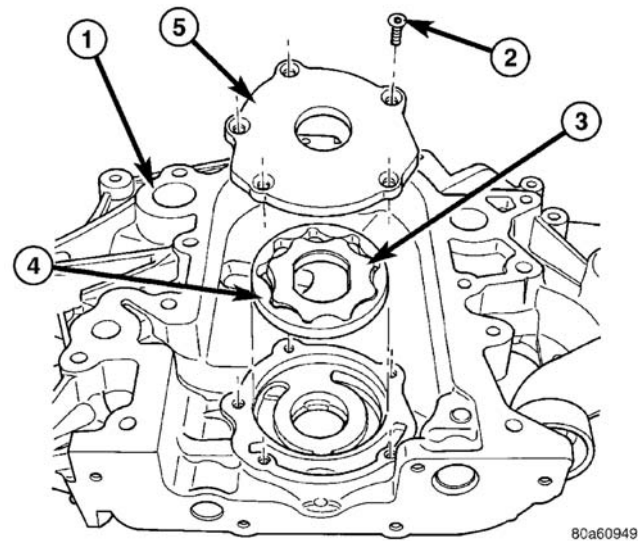

图 111 油泵
油泵包含在正时链条罩壳体内（图 111）。
- （1）拆卸油泵罩的螺丝，并拉起罩盖（图 111）。
- （2）拆卸油泵转盘（图 111）。